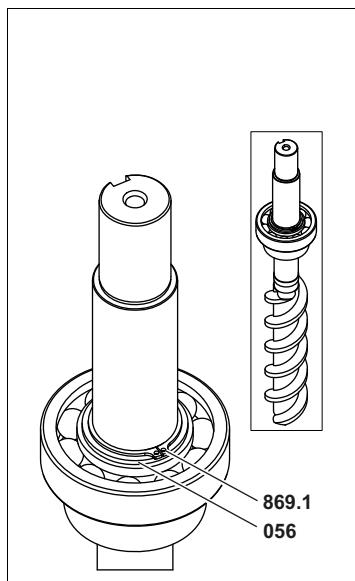

Fig. 26
- Faire glisser en place le disque de support **056** sur l'arbre. Monter le circlip **869.1**, voir Fig. 26, page 39.